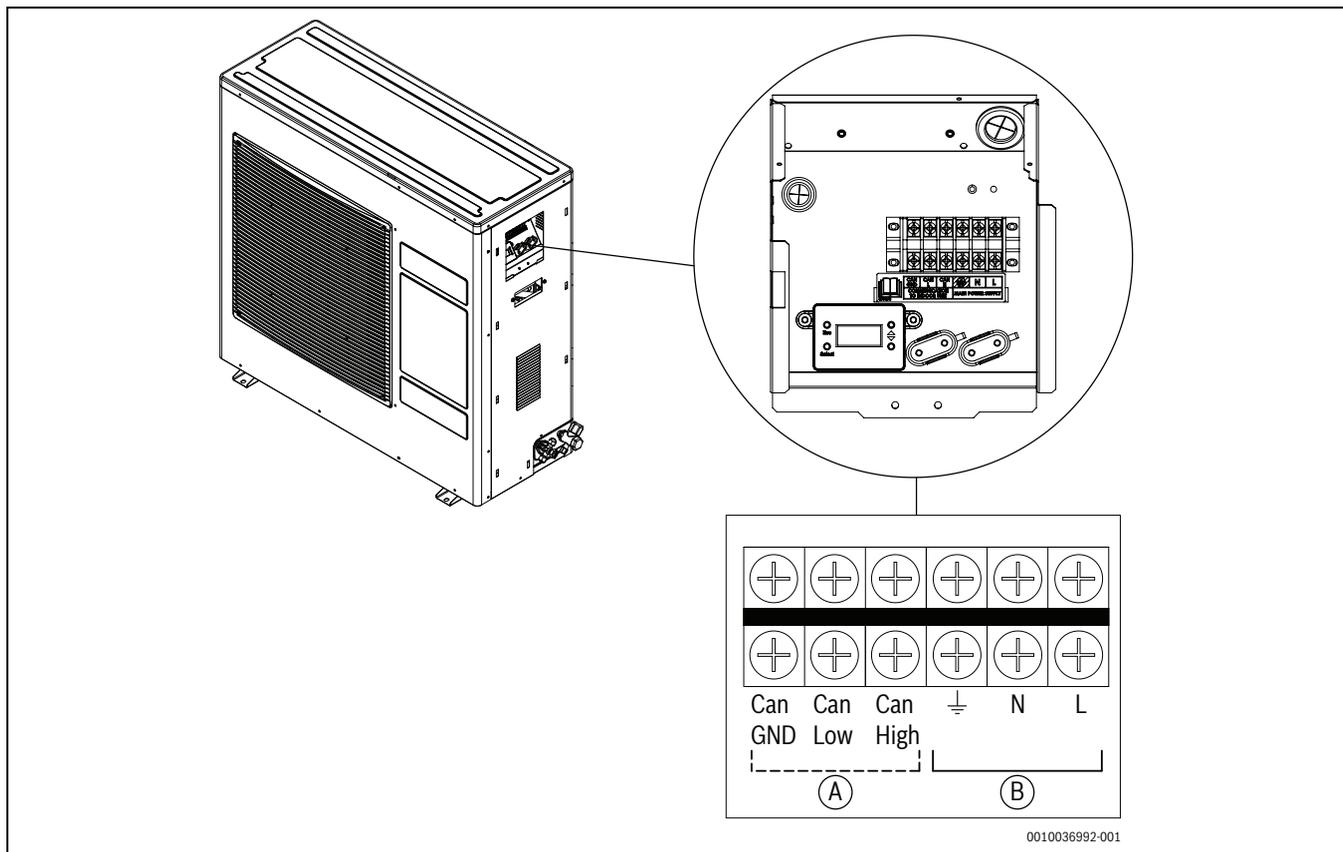

Fig. 19 Raccordements des câbles
4. Brancher le câble de communication entre les unités extérieure et intérieure (fig. 19 [A]). L'extrémité du câble de communication qui est connectée à l'unité intérieure doit être blindée.
5. Raccorder une extrémité de l'alimentation électrique à l'unité extérieure (fig. 19 [B]) et l'autre extrémité au tableau de distribution sec-teur.